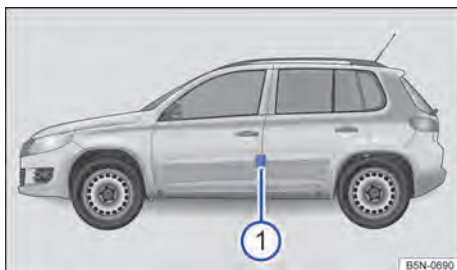

Fig. 206 Na coluna do condutor: etiqueta com as pressões dos pneus ① (alternativa ao lado interno da portinhola do tanque).
- (A) Pressão dos pneus para os pneus do eixo dianteiro.
- (B) Pressão dos pneus para os pneus do eixo traseiro.
- ① Pressão do pneu com os pneus frios.
- ② Pressão dos pneus no carregamento parcial.
- ③ *Dependendo do veículo*: pressão dos pneus de conforto no carregamento parcial.
- ④ Pressão dos pneus no carregamento total.
- ⑤ Pressão dos pneus para a roda sobressalente ou para a roda de emergência.
A etiqueta com as pressões dos pneus fornece a pressão dos pneus correta para os pneus montados de fábrica. As indicações valem para os pneus de verão, do ano todo e de inverno. A etiqueta com as pressões dos pneus está na coluna da porta do condutor ⇒ **Fig. 206** ① ou na parte interna da portinhola do tanque.